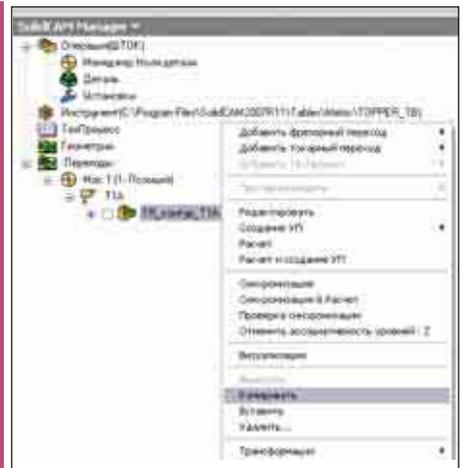

Рис. 31
**Шаг 7.** Для продолжения обработки детали следует повторить переход точения с помощью того же инструмента и с теми же технологическими параметрами. При этом выполнять новый переход не требуется! В SolidCAM 2007 R11 появилась возможность копировать и вставлять переходы, используя **SCM** (рис. 31). Не правда ли, напоминает обычный проводник Windows? В технологическом приложении (!) для работы с технологическими переходами (!) используются те же функции редактирования, что и с файлами в проводнике Windows!